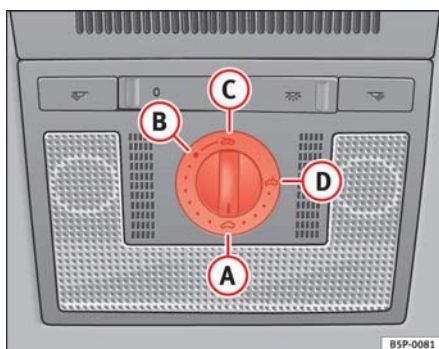

Fig. 66 Detalle del revestimiento interior del techo: mando giratorio del techo corredizo / deflector
- Gire el mando a la posición **A** ⇒ fig. 66 ⇒ .